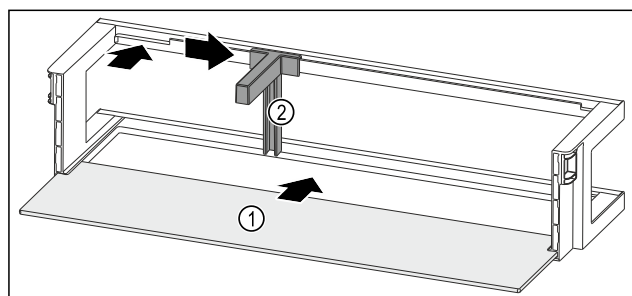

Fig. 234 Deurrek met draagplateau
- Draagplateau Fig. 234 (1) in de zijdelingse uitsparingen schuiven.
- Flessenhouder Fig. 234 (2) in de uitsparing plaatsen.
- Flessenhouder Fig. 234 (2) in de gewenste positie opzij schuiven.